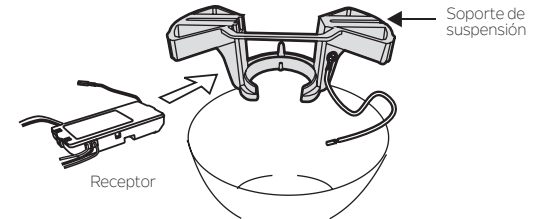

Fig. 13
**Paso 1.** Inserte el receptor en el soporte de montaje del techo con el lado plano del receptor hacia el techo. (Fig. 13) Para un mejor rendimiento, asegúrese de que la Antena Negra, en el extremo del receptor, permanezca extendida y sin enredarse con ninguno de los cables eléctricos.